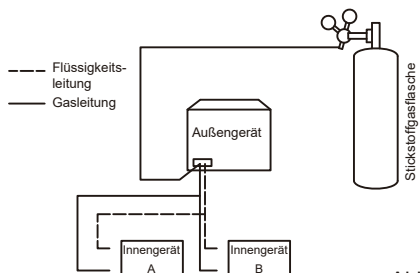

Abbildung 5.27
4. Verwenden Sie Blindstopfen, um alle flüssigkeits- (und gas-)seitigen Öffnungen zu verschließen, mit Ausnahme der Öffnung am Innengerät, die am weitesten von den Außengeräten entfernt ist ("Innengerät A" in Abbildung 5.27).
8. Spülen Sie die anderen Öffnungen auf die gleiche Weise und arbeiten Sie dabei der Reihe nach von Innengerät A zu den Außengeräten. Siehe Abbildung 5.27.